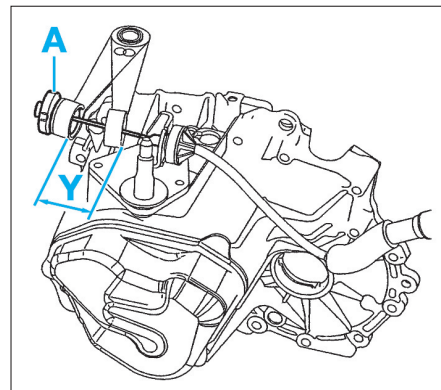

Fig. 6
- Tirer le câble en "A", s'il se déplace de 5 mm, la commande d'embrayage est réglée. S'il ne se déplace pas remplacer le câble (Fig.6).